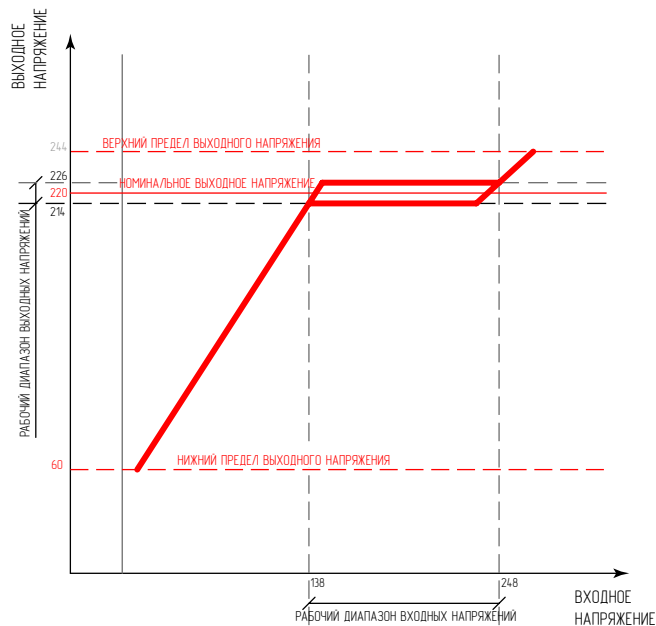

Рис. 1
4.1. Перечень составных частей изделия (рис. 1)